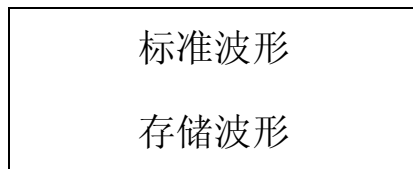

图 4.4-2
(4)同屏比较：光标在 同屏比较 位时，按下“确认”键。进入同屏比较功能，屏幕弹出第二菜单如下图 4.4-2。